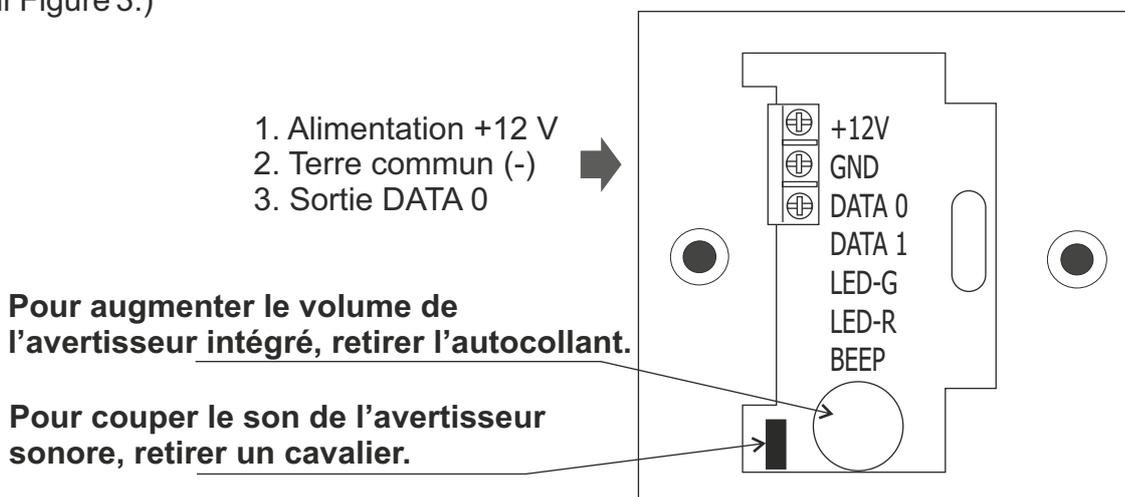

Figure 1. Schéma de raccordement.
- Raccorder les fils à la prise du lecteur conformément au schéma de raccordement (Figure 1).
Lorsqu'un jeton pénètre dans la zone de fonctionnement du lecteur, son numéro de série est acquis. Il est ensuite transmis au contrôleur via le protocole iButton (Dallas Touch Memory). Lors de la lecture du numéro de série du jeton, l'avertisseur sonore émet un signal. Pour désactiver l'avertisseur sonore, retirer le cavalier de la carte de circuit imprimé du lecteur. (Voir Figure 1.)